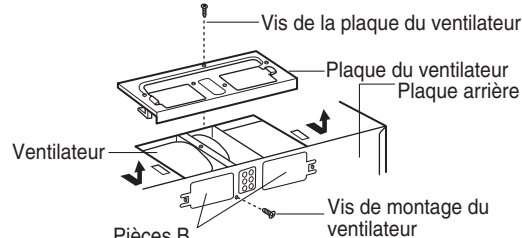

Figure 12
1. Enlever une vis du ventilateur et une ou deux vis de la plaque du ventilateur. Enlever la plaque du ventilateur de l'armoire. Voir la figure 12.